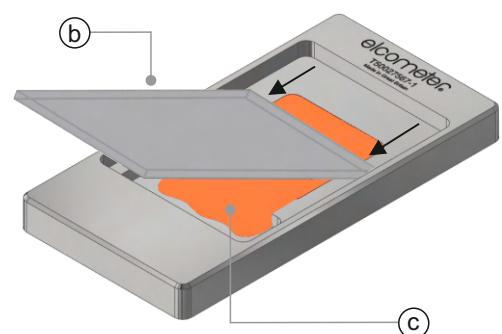

Figura 23
- 3 Empleando el raspador de plástico suministrado (b), raspe el revestimiento de manera que la cantidad sobrante caiga a la cámara de desbordamiento (c) (Figura 23).